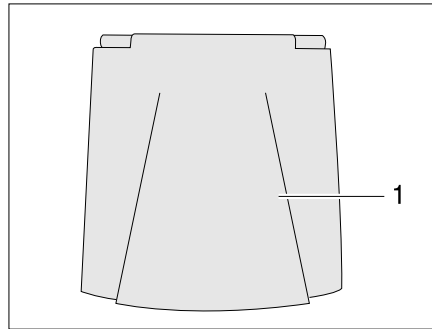

Bild 37 Außenklappe 230-V-Anschluss
**Öffnen:** ■ Außenklappe (Bild 37,1) nach oben schwenken.
**Schließen:** ■ Außenklappe (Bild 37,1) nach unten schwenken und zudrücken.